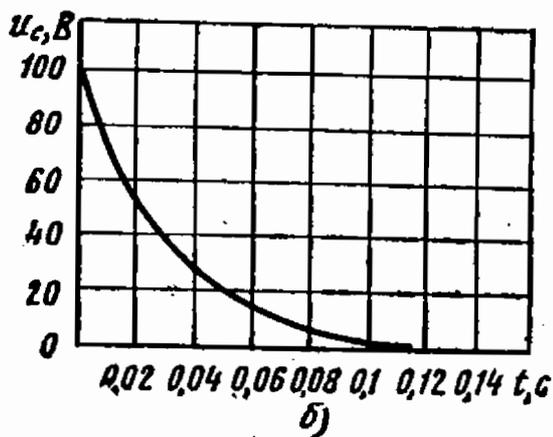

Рис. 7.10
7.10. Конденсатор емкостью $C = 1500$ мкФ, заряженный до напряжения $U = 100$ В, разряжается на резистор с сопротивлением $r = 20$ Ом (рис. 7.10, а).
Согласно экспоненциальной кривой рис. 7.10, б, напряжение на конденсаторе достигнет 5% своего первоначального значения за время $t = 3\tau = 3 \cdot 0,03 = 0,09$ с.